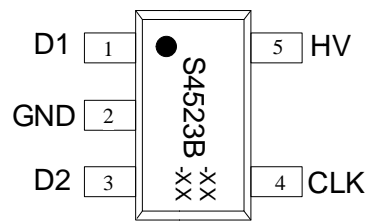
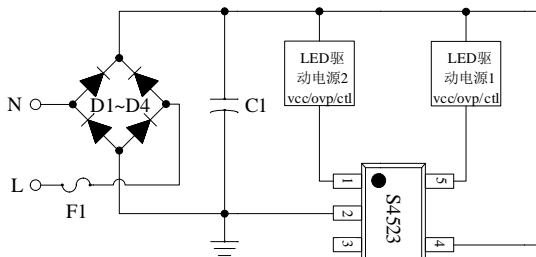

图 2. S4523B 脚位图
图 3. S4523 的应用图
S4523 应用图如图 2 所示, XX 应用图如图 3 所示, 从二者的应用图可以看出: 1. S4523 脚位兼容 XX6881; 2. 红色框里面的电阻可以省掉。
- S4523/S4523B 的 HV 和 GND 与电解 C1（如图 2 所示）的正极和负极之间的连线应该尽量短。